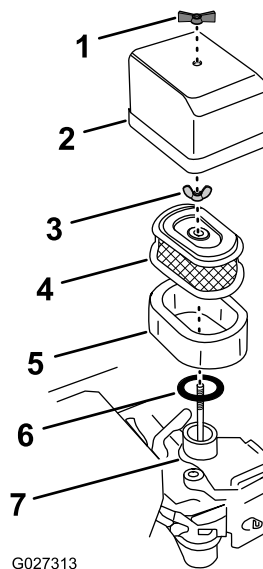

Figure 19
4. Retirez l'écrou à oreilles qui fixe le couvercle du filtre à air au carburateur, et déposez le couvercle (Figure 19).
5. Sortez l'élément filtrant en mousse de l'élément filtrant en papier (Figure 19).
7. Retirez l'écrou à oreilles qui fixe l'élément en papier au carburateur (Figure 19).
3. Essuyez soigneusement le couvercle du filtre à air (Figure 19).
4. Placez l'élément en mousse sur l'élément en papier (Figure 19).
1. Avec un chiffon humide, essuyez soigneusement les saletés présentes sur la base du carburateur et à l'intérieur du couvercle (Figure 19).
2. Vérifiez que le joint en caoutchouc est aligné et bien engagé sur la base de montage du carburateur (Figure 19).
3. Alignez l'élément filtrant en papier sur le carburateur et vérifiez que la tige de maintien du carburateur passe par la plaque supérieure du filtre (Figure 19).
4. Fixez le filtre au carburateur avec l'écrou à oreilles serré à la main (Figure 19).
5. Alignez le couvercle du filtre à air au-dessus des éléments filtrants en faisant passer la tige de maintien du carburateur par le couvercle supérieur (Figure 19).
6. Fixez le couvercle sur le moteur avec l'écrou à oreilles serré à la main (Figure 19).